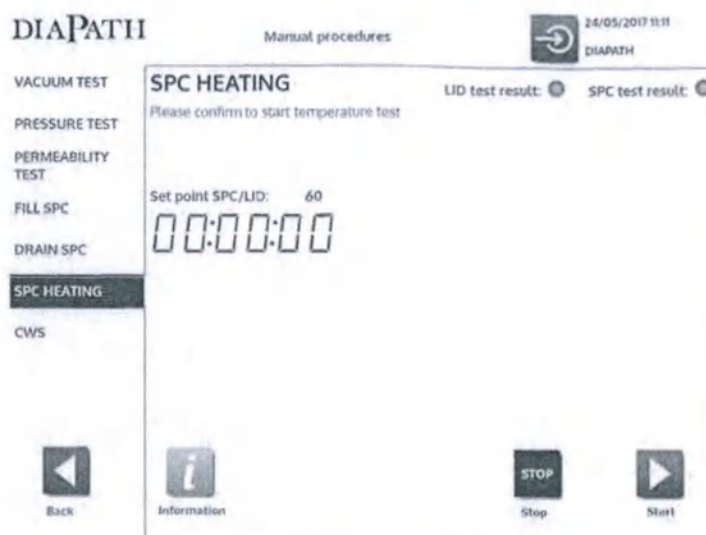

Рисунок 52.
- **Нагрев SPC:** Эта функция позволяет проверить правильность нагрева камеры SPC и крышки. Тест считается пройденным, если и только если SPC и крышка камеры достигают требуемого значения температуры в пределах заранее определенного времени (Рисунок 52).